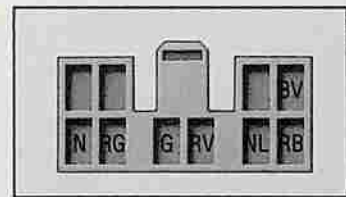

fig. 100
- câblage avec connecteur à 10 voies **B** (voir également fig. 100) avec fonction d'alimentation et de connexion entre la centrale mains libres (à installer par le Client) et radio (entrée phone-in) pour l'écoute de l'appel téléphonique par les haut-parleurs de la voiture.
Le schéma pour la connexion des câbles est le suivant fig. 100: